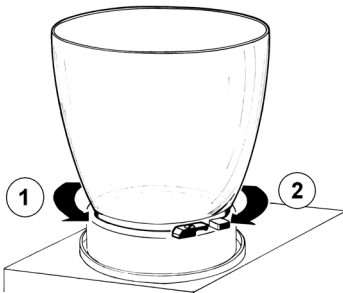

figura 2
- 4** Quitar el contenedor girándolo (1) en sentido antihorario (ver figura 2).
2 Volver a montar en su alojamiento la junta del contenedor. Volver a montar el contenedor girándolo en sentido horario (2). Para facilitar esta operación mojar la junta con un poco de agua (ver figura 2).